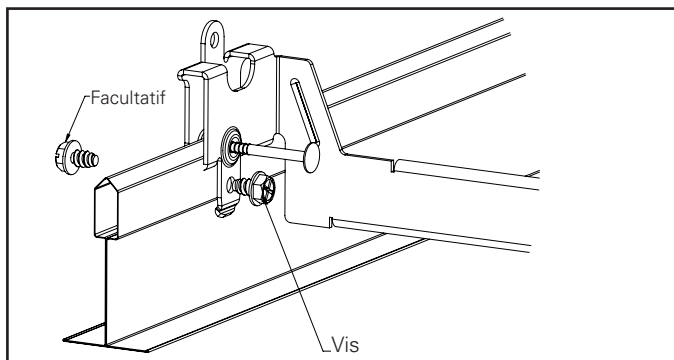

Figure 7.
3. Enclenchez le luminaire sur les barres en T. Fixez-les avec une vis (non fournie) comme montré (Figure 7).